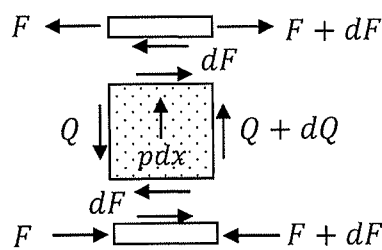

図 2
1. 図2を用いて、コアの z 方向の力の釣り合い式、及び、モーメントの釣り合い式を求めよ。